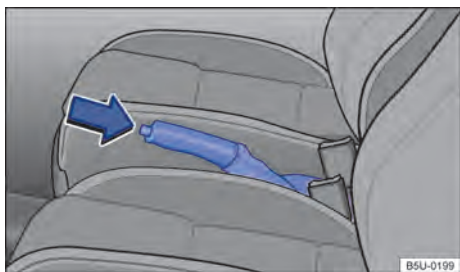

Fig. 88 Entre os bancos dianteiros: alavanca do freio de estacionamento.
- Puxar a alavanca do freio de estacionamento para cima com o botão bloqueador pressionado → Fig. 88 (seta).
- Puxar a alavanca do freio de estacionamento um pouco para cima e pressionar o botão bloqueador → Fig. 88 (seta).